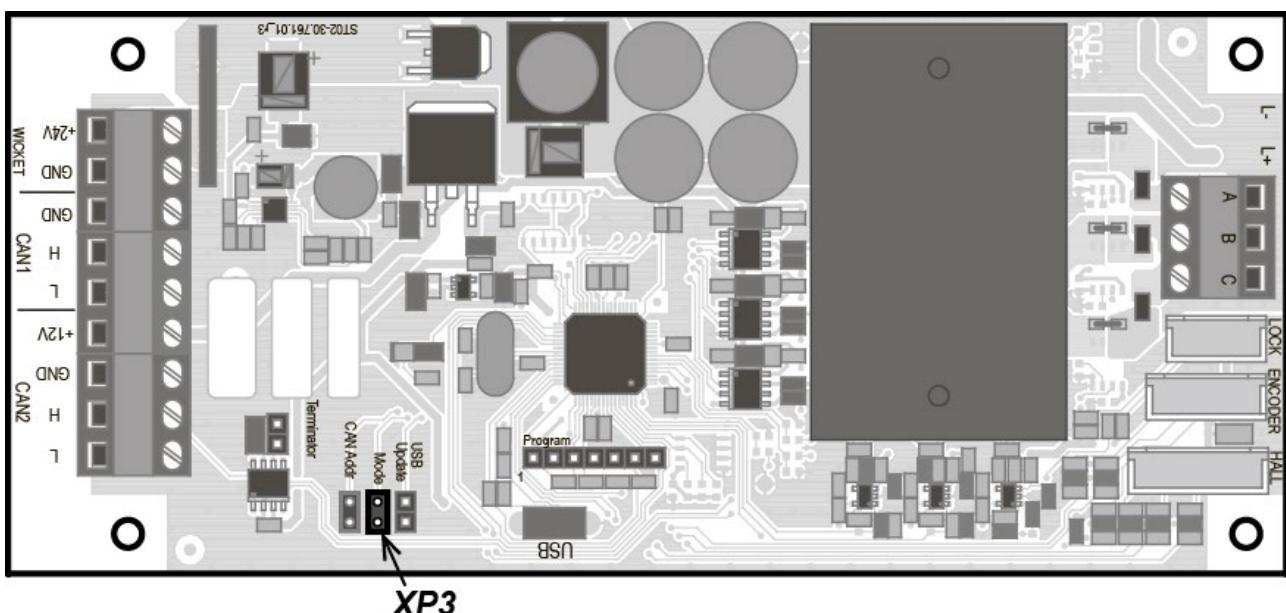

Рисунок 30. Плата электропривода
6. На плате электропривода для данной створки установите джампер из комплекта поставки на разъем XP3 «Mode» (см. рис. 30):